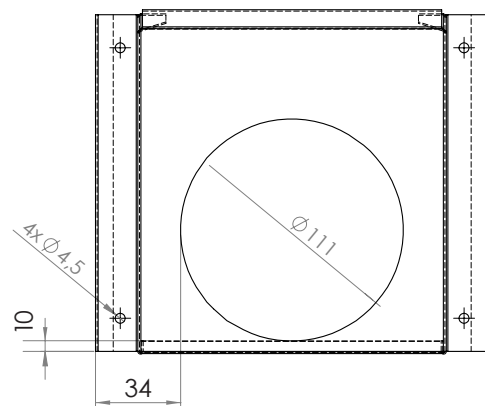

fig. 5
4. Monter stormkappen. Pass på at stormkappen monteres korrekt. Innluftrøret skal munne ut ca. 10 mm over stormkappens nedre kant og være i senter, dvs. kanten på stormkappen skal være ca 34 mm fra rørets yttermål. Se fig. 5.